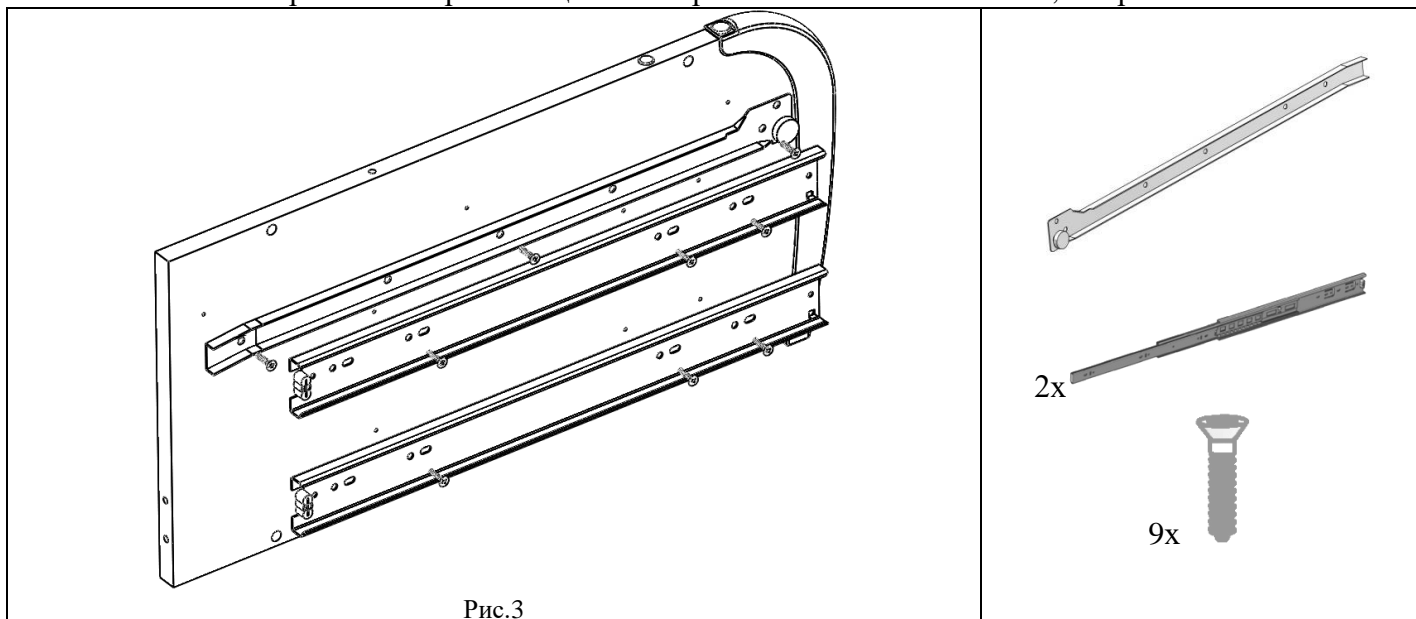

Рис.3
4.1.3. К сборке по п.4.1.2. прикрутить в верхней части направляющие роликовые левые L=500 (наружные) (поз.2, пакет № 54а) и направляющие шариковые L=450 (наружные) в нижней части при помощи саморезов с потайной головкой 3,5x16 (поз.1, пакет №53б), предварительно совместив отверстия в направляющих с отверстиями в боковине левой, см. рис. 3.